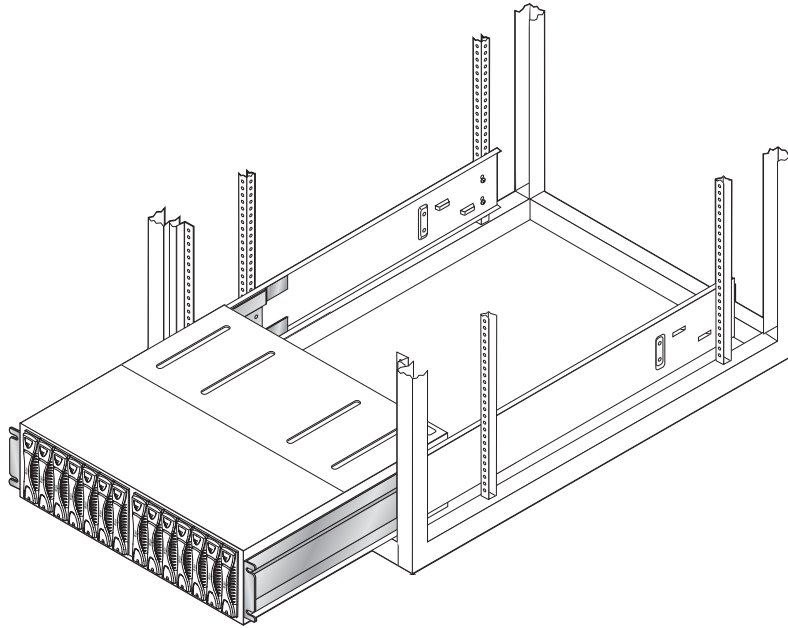

FIGURE 6-18 Retrait du châssis
b. Faites glisser le châssis en dehors de l'armoire (FIGURE 6-18).